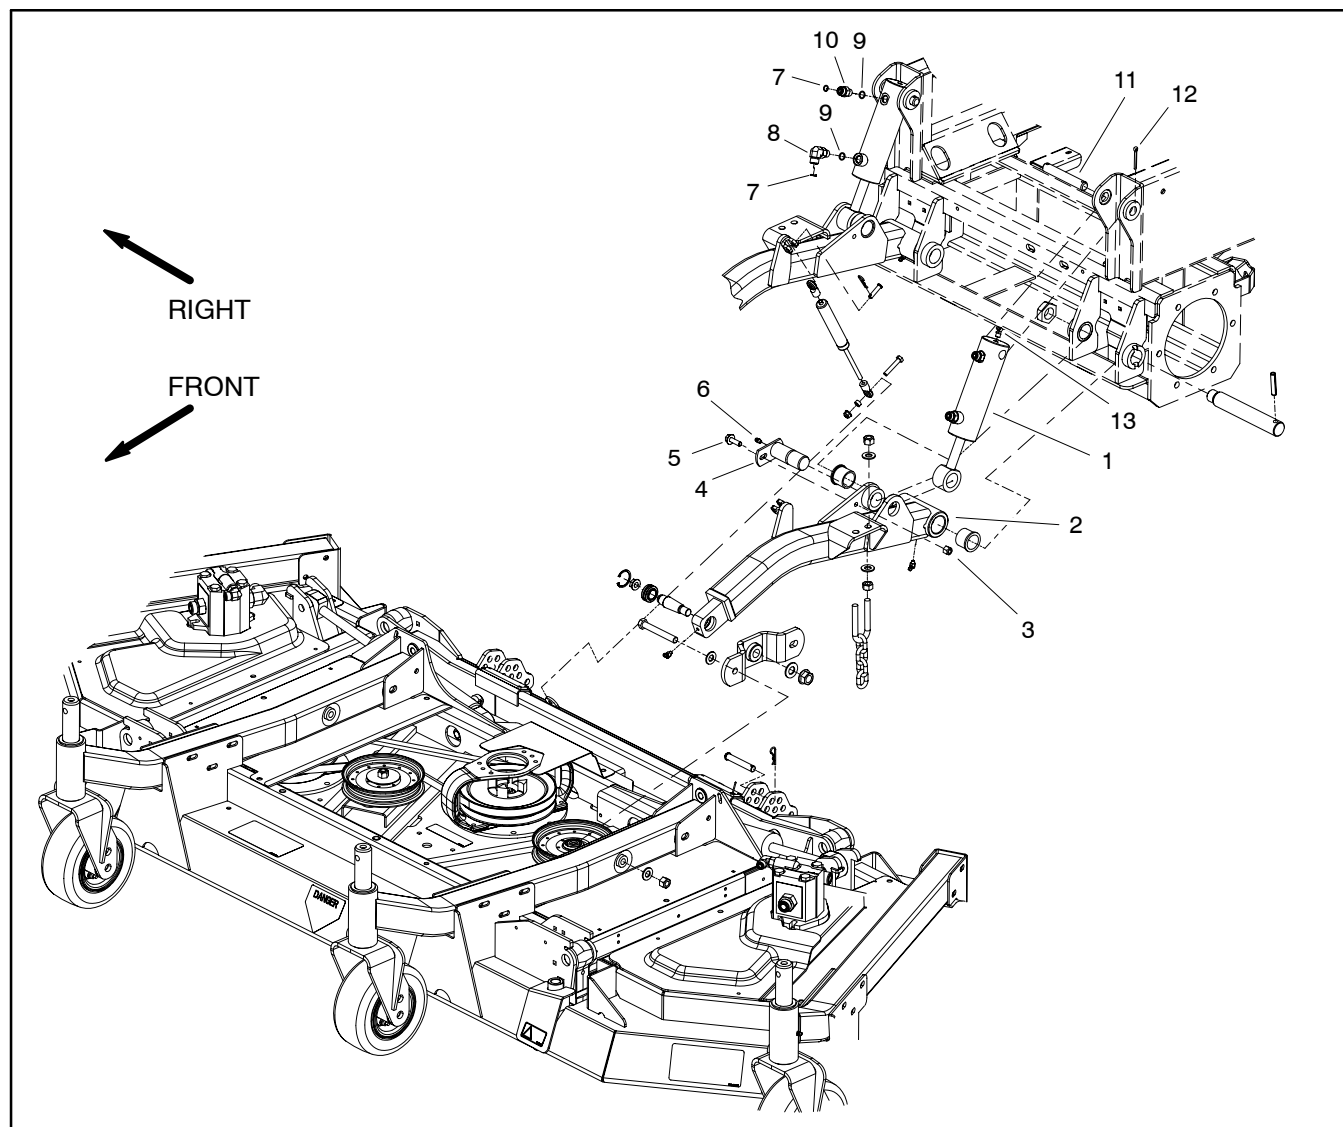

Figure 78
**Removal (Fig. 78)**
**Installation (Fig. 78)**